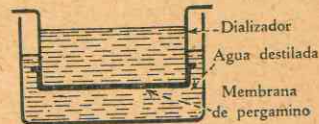

Fig. 24. - Diálisis
La mezcla de las disoluciones se introduce en un vaso cuyo fondo está formado por una membrana de papel pergamino; este vaso llamado *dializador* (fig. 24) flota en el agua pura de una cuba. Al cabo de algunas horas o días, la casi totalidad de las materias cristalizables contenida en la mezcla habrá pasado al agua pura, mientras que las materias coloidales quedarán en el dializador. Antes se creía que el estado coloidal era particular a cier-
31. Estado coloidal. — Separación de coloides y cristaloides. Disolver separadamente sal de cocina y clara de huevo en agua. Colocar cada solución por separado en dializadores (ver fig. 24), formados por un tubo grueso de vidrio y cerrado en su parte inferior con una membrana de papel de pergamino humedecido, sujetado con una cuerda. Introducir los dos dializadores en recipientes que contengan agua destilada. Dejar en reposo 24 horas. Proceder luego al análisis de los líquidos de cada recipiente: